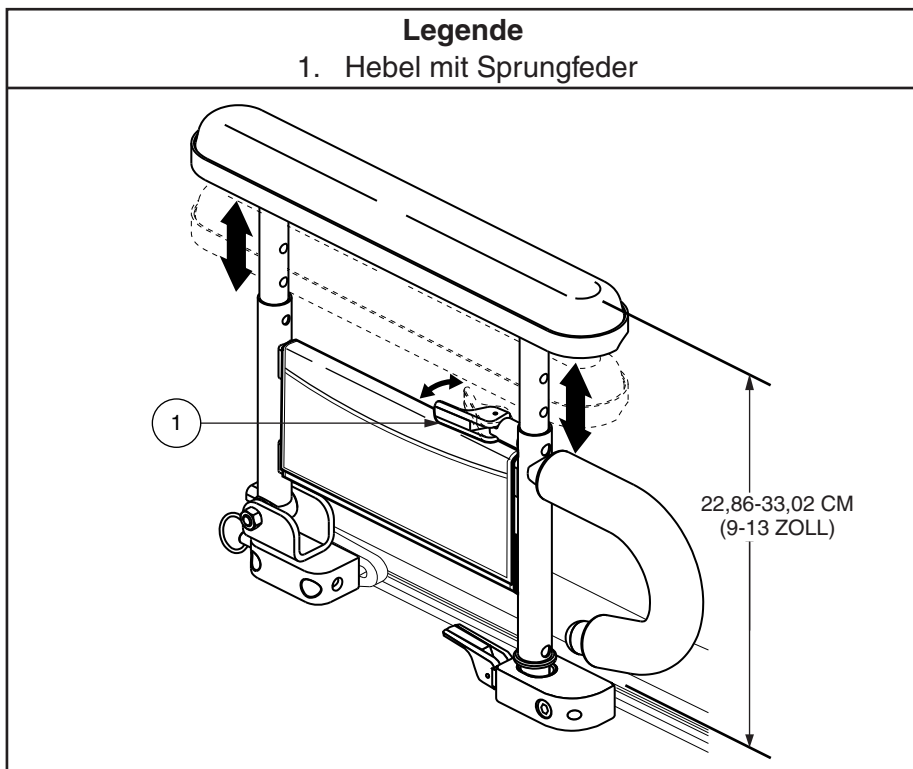

Abbildung 12. Höhenanpassung der Armlehne mit zwei Stützen
1. Drücken Sie den mit einer Sprungfeder ausgestatteten Hebel nach innen. **Siehe Abbildung 12.**